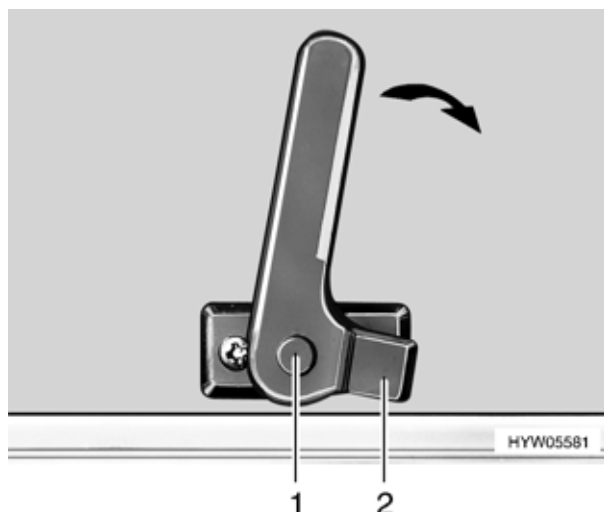

Fig. 47 Finestra apribile, maniglia aperta (variante 3)
- Ruotare nuovamente la maniglia. Far rientrare la forchetta sulla maniglia della finestra (Fig. 47,2) inserendola nell'apposito incavo del telaio portacristallo.
Verificare che la maniglia della finestra sia assicurata dal bottone di sicurezza (Fig. 47,1).